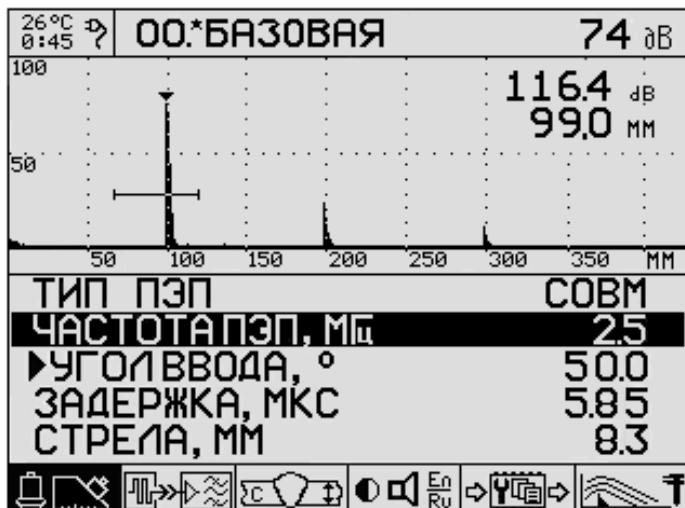

Рисунок 5.17 – Отображение на экране значения усиления (дБ), амплитуда импульса (дБ) и путь по лучу (мм)
5.7.8 Нажмите « MENU» для входа в режим настройки. В верхнем правом угле будут отображаться (с верху вниз) значения усиления (дБ), амплитуда импульса (дБ) и путь по лучу (мм) (рис. 5.17).